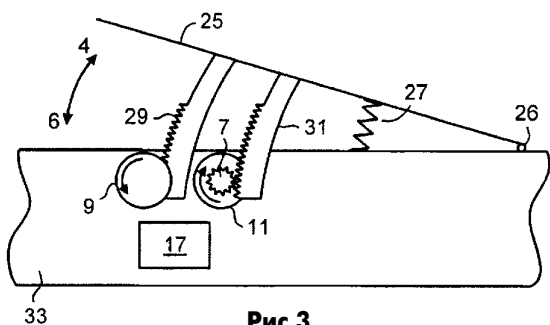

Рис.3
**Ручное устройство для зарядки батарей мобильных телефонов** описано в патенте Великобритании 2347800 (2000 г.). В устройстве (рис.3) имеются два электрогенератора 9 и 11, которые приводятся во вращение зубчатыми рейками 29 и 31 соответственно. Обе рейки прикреплены к планке 25, закрепленной на шарнире 26 и подпружиненной пружиной 27. Выходы электрогенераторов подключены к заряжаемой батарее 17.